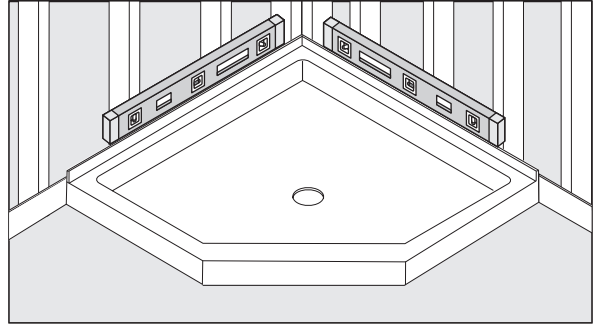

FIG 1 Verifica que la base esté nivelada colocando un nivel en posición horizontal encima del umbral (borde frontal) de la base, los lados y la parte posterior.
- 2** Prueba la base en la zona de preparación. Con la base apoyada en el piso, verifica el nivel en la parte superior de la base. La base debe estar nivelada de adelante hacia atrás y de lado a lado (**Fig. 1**).